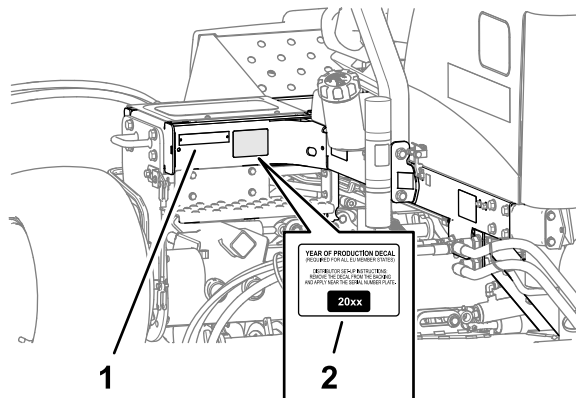

Figura 21
1. Limpie con alcohol el bastidor izquierdo junto a la placa de modelo/número de serie y deje que se seque el bastidor (Figura 21).
2. Retire el reverso de la pegatina del año de producción y péguela en el bastidor, junto a la placa del número de serie, tal y como se muestra en la Figura 21.